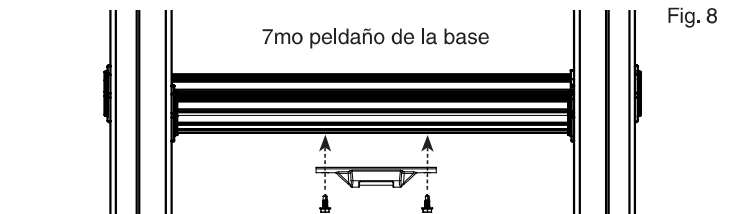

Fig. 8
- Con la llave para tuercas de $\frac{5}{16}$ pulgadas, asegure el nivel de burbuja con los tornillos de cabeza hexagonal suministrados. (Fig. 8) ¡NO APRIETE DEMASIADO!